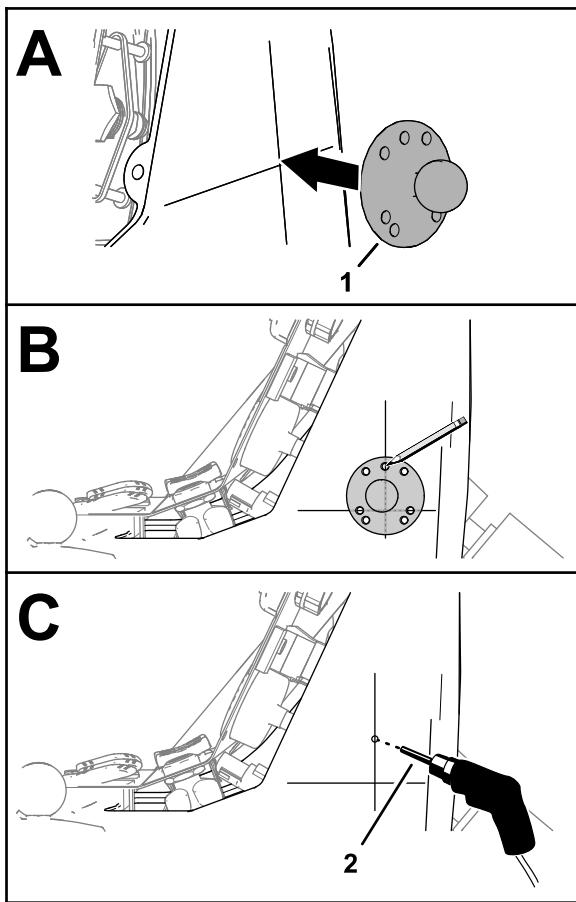

Figure 14
3. Alignez les trous du support à rotule sur les traits tracés aux opérations 1 et 2, comme montré à la Figure 14.
4. Servez-vous du support à rotule comme gabarit pour marquer l'emplacement du trou sur le trait vertical, comme montré à la Figure 14.
5. Au niveau du repère marqué à l'opération 4, percez un trou de 4 mm sur le côté de la console de commande (Figure 14).